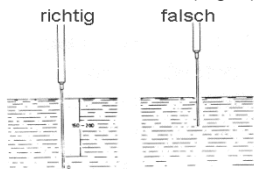

Abb. 7
- *Lorsque vous mesurez la température avec d'autres sondes de type K dans des liquides ou des récipients fermés, immergez ou insérez la sonde de température aussi loin que possible pour obtenir une mesure précise de la température (Fig. 7).